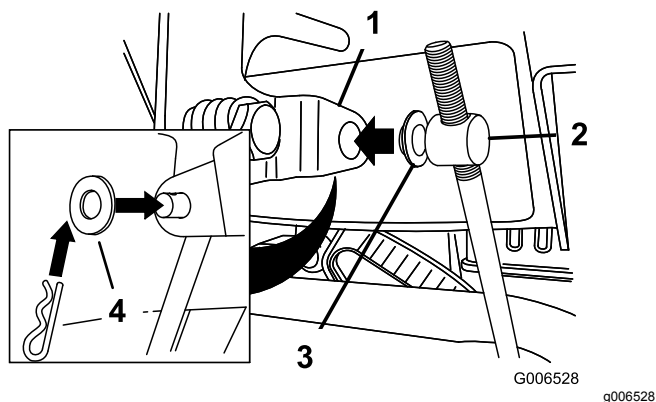

Figura 7
3. Posizionate una rondella piana sul barilotto (Figura 7).
6. Sollevare l'asta di comando della velocità e inserire il barilotto nel foro della leva del selettore della velocità (Figura 7).
- B. Scollegate il barilotto dalla leva del selettore di velocità (**Figura 7**).
- C. Girate il barilotto verso il basso (in senso orario) sull'asta di comando della velocità (**Figura 7**).
- D. Collegare il barilotto alla leva del selettore di velocità (**Figura 7**).
- C. Girate il barilotto verso l'alto (in senso antiorario) sull'asta di comando della velocità (**Figura 7**).